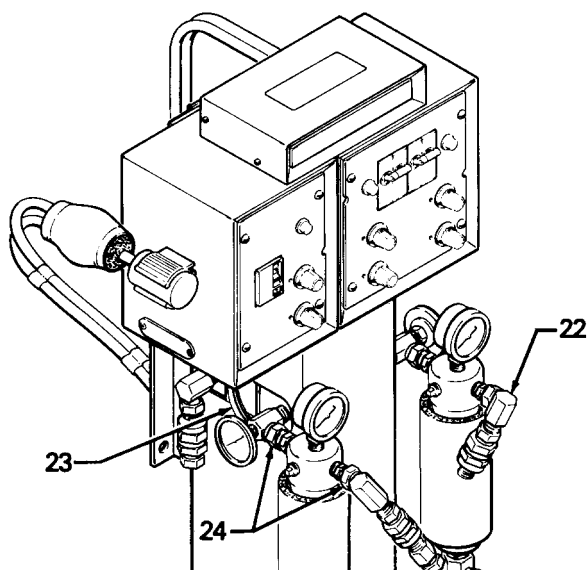

Fig. 5
- Conectar la manguera flexible (103) al conjunto manguera principal.
- Conectar el conector eléctrico de la manguera al cable de la caja de control. Ver Fig. 5, página 8.
10. **Conectar el conjunto manguera calentada (102 y 103) a los calentadores y al control de manguera calentada (207).** Ver Fig. 5.
- a. Conectar las mangueras de fluido a la unión de salida correspondiente de 3/8 npt de los filtros de fluido (22).
- b. Conectar la cinta térmica (16) de la manguera flexible al cable de la caja de control de la manguera (23).
- c. Conectar la manguera neumática (17) al múltiple de aire (229). Ver instalación típica en la página 5.
¡No instalar ningún dispositivo de corte de fluido en la salida de fluido del calentador o filtro! (Ver Ref. 24, Fig. 5). Utilizar como mínimo 50 pies (16,2 m) de manguera de fluido entre la salida del fluido y cualquier dispositivo de control de fluido tal como una válvula de cierre, un regulador o una pistola de pulverización.
13. **Conectar la manguera de alimentación a las bombas de desplazamiento.** Deslizar una cinta de identificación (ISO o RES) en el extremo de cada manguera de alimentación (45). Conectar una manguera de alimentación entre la salida de fluido de la bomba de alimentación (46) y la válvula de admisión de fluido de 3/4 npt(h) (202) de cada bomba de desplazamiento (48). Ver instalación típica de la página 5.
14. Retirar el **Sensor ATC** (49) de la abrazadera (50) y colocarlo *fuera*, en aire que sea típico de la superficie que se va a pulverizar. El sensor tiene un cable de 15 pies (4,6 m). Ver Fig. 5, página 8.